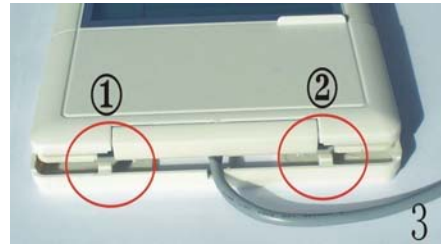

Imagen 3
- ▶ Introduzca la parte superior del panel de la pantalla en las ranuras ① y ② del panel trasero y sujételas, ver imagen 3